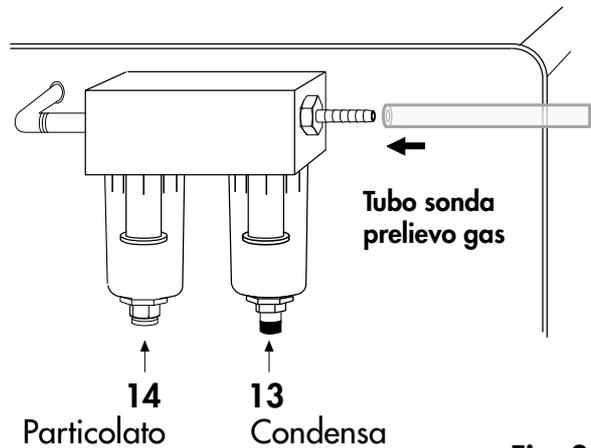

Fig. 2
- Connettere il tubo della sonda di prelievo dei gas all'ingresso del filtro (**Fig. 2**).